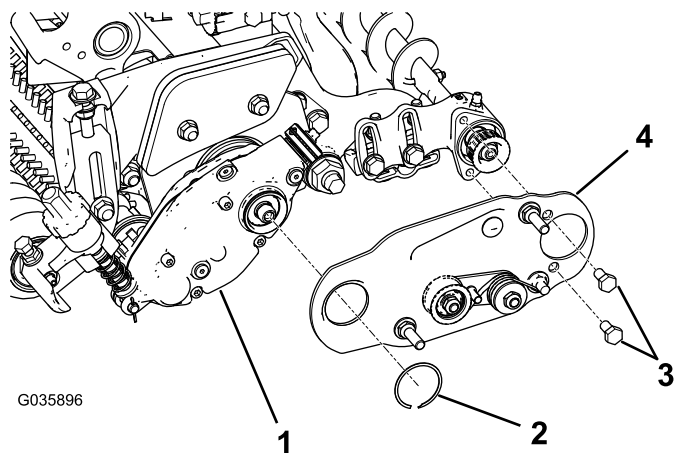

Figura 9
3. Asegúrese de que la placa de pivote del cepillo de rodillo está configurada de modo que el conjunto de polea tensada esté instalada en la parte inferior, según se muestra en la Figura 9.
4. Alinee la placa de pivote del cepillo del rodillo según se muestra en Figura 9.
cepillo en el alojamiento del cojinete del cepillo de rodillo (Figura 9).
6. Sujete la placa del cepillo al alojamiento del cepillo del rodillo con el anillo de retención (Figura 9).